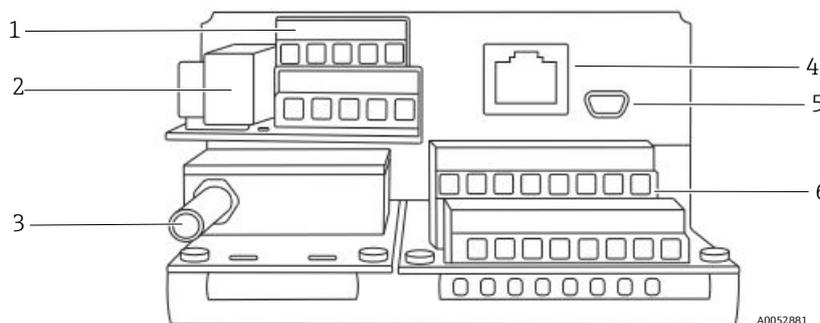

Abbildung 9. Analysatoranschlüsse
Das faseroptische Sauerstoffkabel zum SMA-Anschluss auf der Unterseite des OXY5500 wird werkseitig angebracht. Es stehen weitere Anschlüsse zur Verfügung; siehe Abbildung 9.
5. Die IOU1/IOU2-Ausgangsleiter der 4...20mA-Stromschleife an die Klemmen 6 und 8 anschließen, wie in Abbildung 9 und in der Tabelle dargestellt.